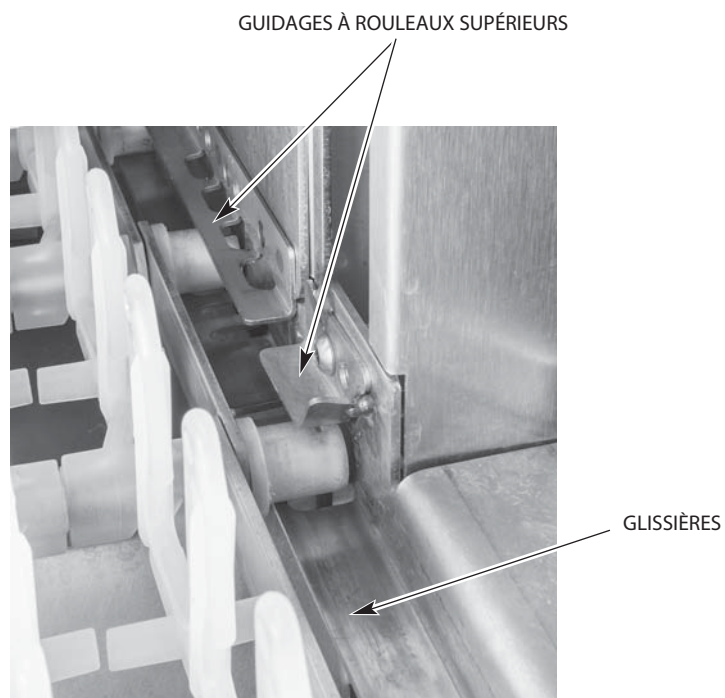

Fig. 35
- Attachez une corde à la première tige du convoyeur. Acheminez la corde au travers de la machine au long du parcours du convoyeur avec les chaînons à raclettes vers le haut. Les rouleaux du convoyeur doivent être acheminés entre les guidages à rouleaux supérieurs et les glissières (Fig. 35).